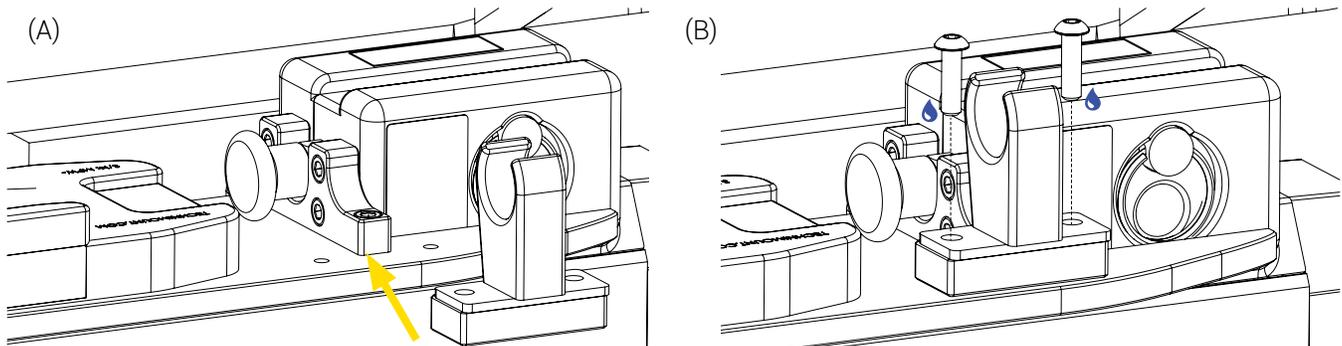

Figure 20: Installation du bloc et de la clip de la tige à soluté
7. Positionner le bloc et le clip de la tige à soluté sur la cuvière, en s'assurant que la plaque de support soit nichée dans la cavité du bloc de la tige à soluté (Figure 20 A).
8. Installer le bloc et le clip de la tige à soluté à l'aide de deux (2) vis à tête bombée à six pans creux 1/4 x 3/4 po, de l'adhésif frein-filet et d'une clé Allen 4 mm (Figure 20 B).